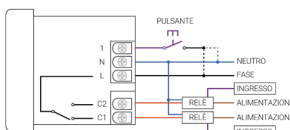

Fig.9 Automazione (ETH-KOSMOS_HV)
N.B: l'ingresso a cui si fa riferimento nelle figure 9 e 10 corrisponde ad un ingresso della centralina che si comanda. Per un corretto collegamento delle uscite dei relè di appoggio verificare sempre la scheda tecnica della centralina.